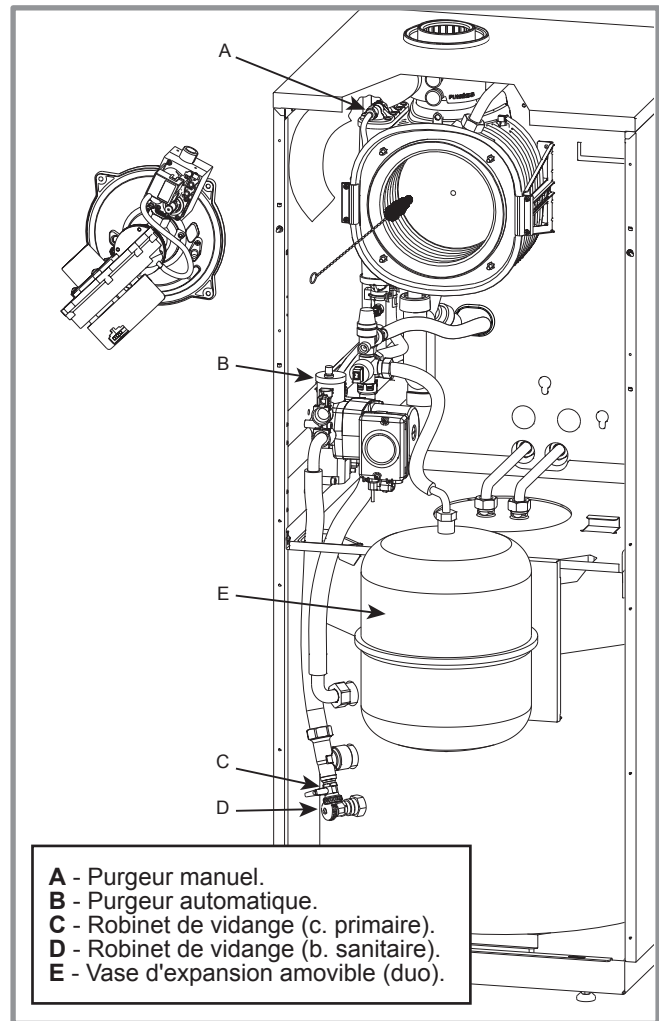

figure 42 - Accès à la chambre de combustion
- Ouvrir le robinet de vidange du ballon sanitaire (rep. **D** *figure 42, page 36*).
- Ouvrir le robinet de vidange de la chaudière (*figure 42*, rep. **C**).
- Ouvrir le purgeur de la chaudière (*figure 42*, rep. **A**).